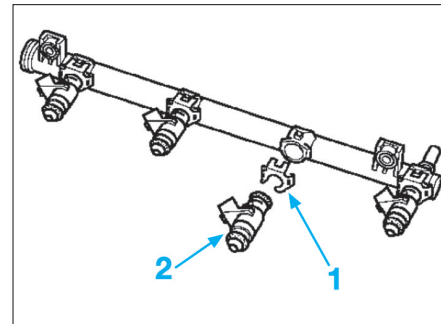

Fig. 28
- les agrafes (1) des injecteurs (Fig.28),